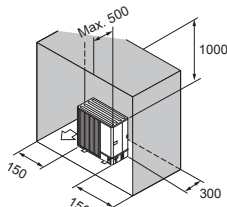

Abb. 2-14
- (6) Hindernisse oder unzugängliche Oberflächen nur auf Rück- und Oberseite und auf beiden Seiten (Abb. 2-14)